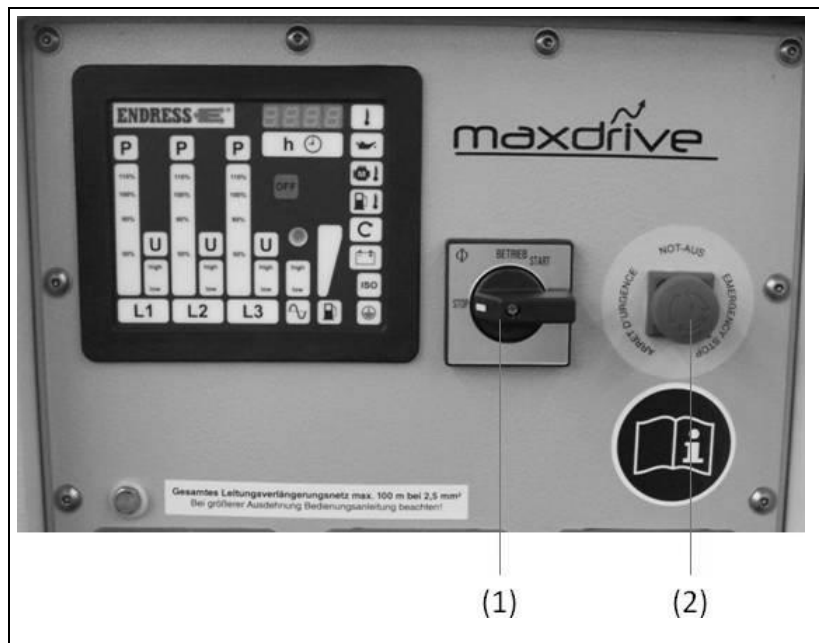

Fig. 4-2: Panneau de commande version standard
3. Tournez l'interrupteur Marche/Arrêt (Fig. 4-2-(2)) complètement vers la droite en position "MARCHE" jusqu'à ce que le moteur démarre, puis relâchez-le.
3. Placez l'interrupteur MARCHE-ARRÊT (Fig. 4-2-(1)) en position "1".
1. Placez l'interrupteur MARCHE-ARRÊT (Fig. 4-2-(1)) en position "1"
Démarrage électrique	<ol style="list-style-type: none">1. Arrêtez et débranchez les équipements asservis.2. Laissez encore tourner le moteur environ deux minutes.3. Placez l'interrupteur MARCHE-ARRÊT (Fig. 4-2-(1)) en position "0"